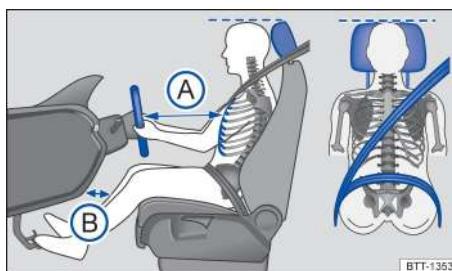

Рисунок 16. Схема: правильное расстояние между водителем и рулевым колесом, правильное направление пристегивания ремня и правильная регулировка подголовника
- Отрегулируйте подголовник так, чтобы верхний край находился на одном уровне с макушкой и не был ниже уровня глаз. Держите затылок как можно ближе к подголовнику →Рисунок 16.